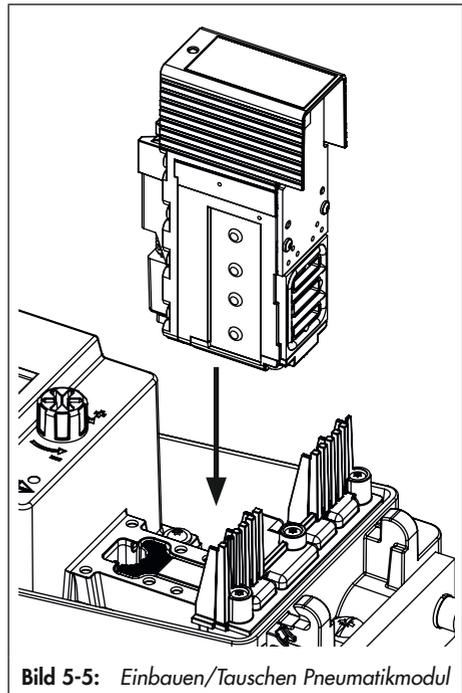

Bild 5-5: Einbauen/Tauschen Pneumatikmodul
4. Modul nach Bild 5-5 einbauen. Dabei das Modul in Richtung Display drücken und am Klemmkeil entlang einführen.